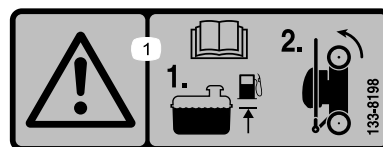

図 20
- 機体を立てて格納する時には、タンク内の燃料の量が、このオペレーターズマニュアルに記載されている高さ未満とすることエンジンに貼り付けてあるエンジンメーカーのステッカーを参照図 20。